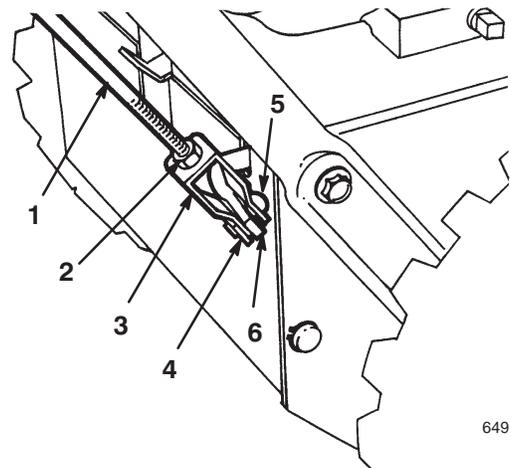

Bild 7
1. Lösen Sie die Gegenmutter über dem Bügel auf der oberen Betätigungsstange (Bild 7).
2. Richten Sie die Öffnungen im Bügel auf die Öffnungen der unteren Betätigungsstange aus und führen Sie den Gabelbügelzapfen ein (Bild 7).
- Drehen Sie den Lastösenbolzen nach oben oder unten, um den den Abstand zwischen der Oberkante des Handgriffs und der Unterkante des Steuerhebels für den Antrieb von Schnecke/Gebälserad (Bild 7) zu erhöhen oder zu verringern.
- Wenn die Einstellung korrekt ist, bauen Sie den Ösenbolzen ein und sichern ihn mit dem Splint (Bild 7).
- Ziehen Sie zum Sichern des Bügels die Gegenmutter fest (Bild 7).